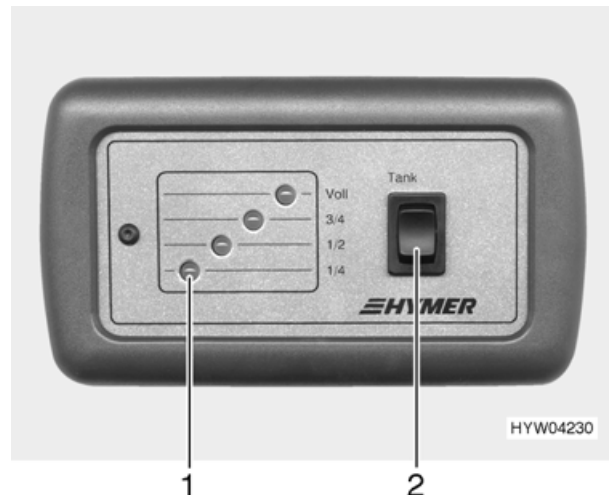

Bild 63 Panel (Swing/Nova)
Am Panel (Bild 63) kann der Füllstand des Frischwassertanks abgefragt werden.
- Wippschalter (Bild 63,2) drücken: eine der Kontroll-Leuchten (Bild 63,1) leuchtet.